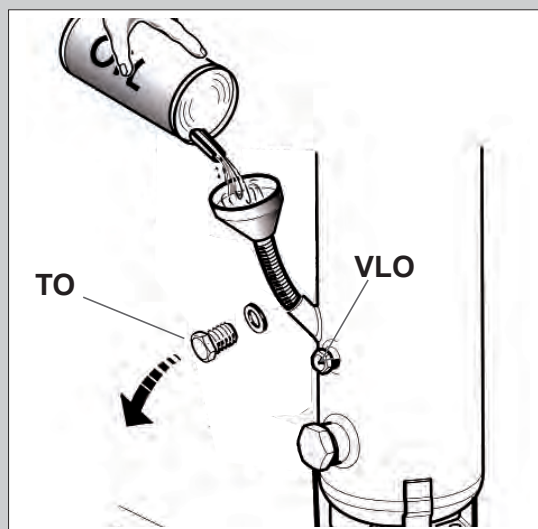

Рис. 22
- Ослабьте крышку маслозаливной горловины **TO**. Постарайтесь не потерять уплотнение (рис. 22)
- Используйте воронку для залива масла в наливную горловину (рис. 22).